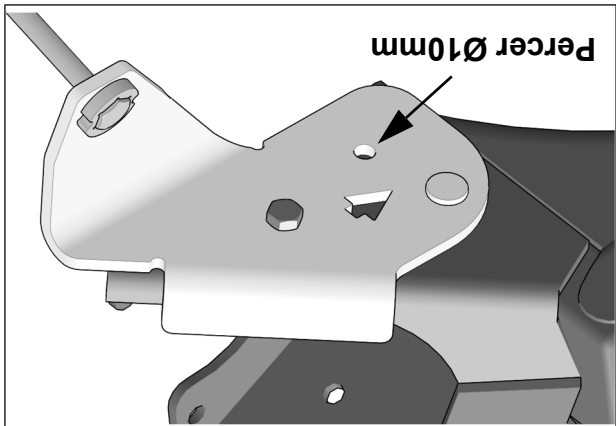

Fig. 9
8. En utilisant le trou libre de la plaque d'ancrage comme gabarit, percez un trou additionnel de  $\varnothing 10\text{mm}$  au bras oscillant de la suspension arrière du véhicule. Voir la Fig. 9